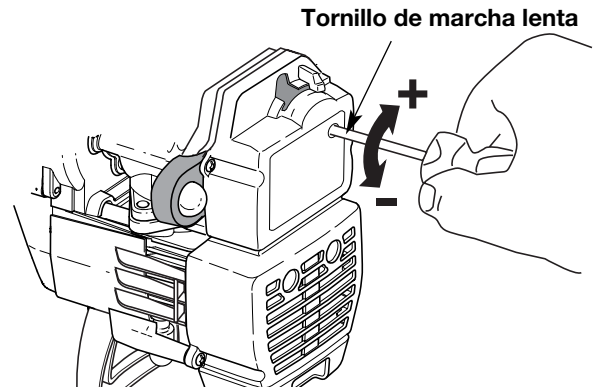

Fig. 17
La velocidad lenta del motor puede ser ajustada por la cubierta del silenciador / filtro de aire (Fig. 17).
2. Suelte el gatillo del regulador y deje que el motor funcione en marcha lenta. Si el motor se para, inserte un pequeño destornillador Phillips en el orificio de la cubierta del silenciador / filtro de aire (Fig. 17). Gire el tornillo de marcha lenta en sentido horario, de a 1/8 de vuelta por vez (según sea necesario) hasta que el motor funciona en mínima.